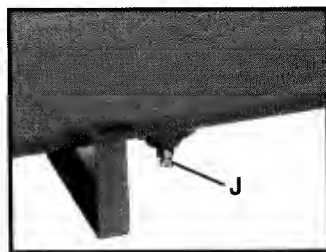

Fig. 4
Válvula de drenaje (J), Fig. 4: La válvula de drenaje está ubicada en la base del tanque de aire y se utiliza para drenar la condensación al final de cada uso.
- c. Gire la válvula de drenaje (J), Fig. 4 hasta abrirla completamente, para impedir la acumulación de presión de aire en el tanque.